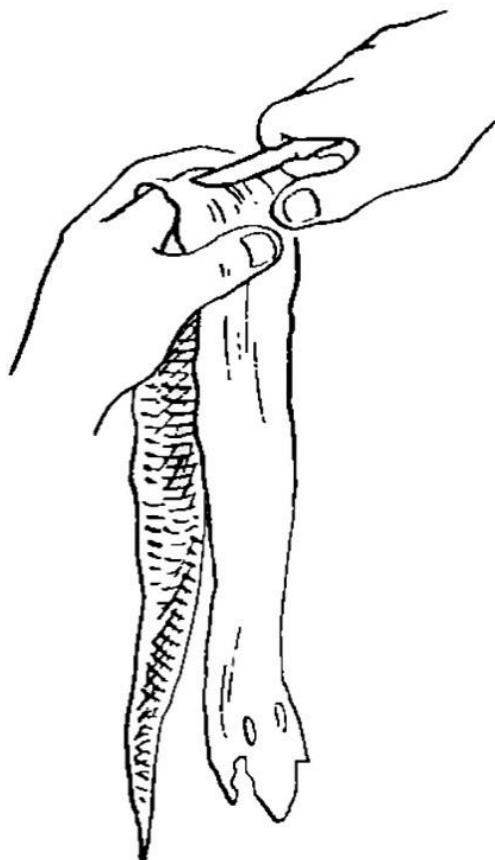

Рисунок 18 – Обработка шкуры змеи
3.1. Тщательно очистите снятую кожу от жировой ткани и мышц. Для этого крепко натянув кожу на палец левой руки, скальпелем осторожно соскоблите прирезы мышц и жир, оставшиеся на мездровой стороне (рисунок 18).